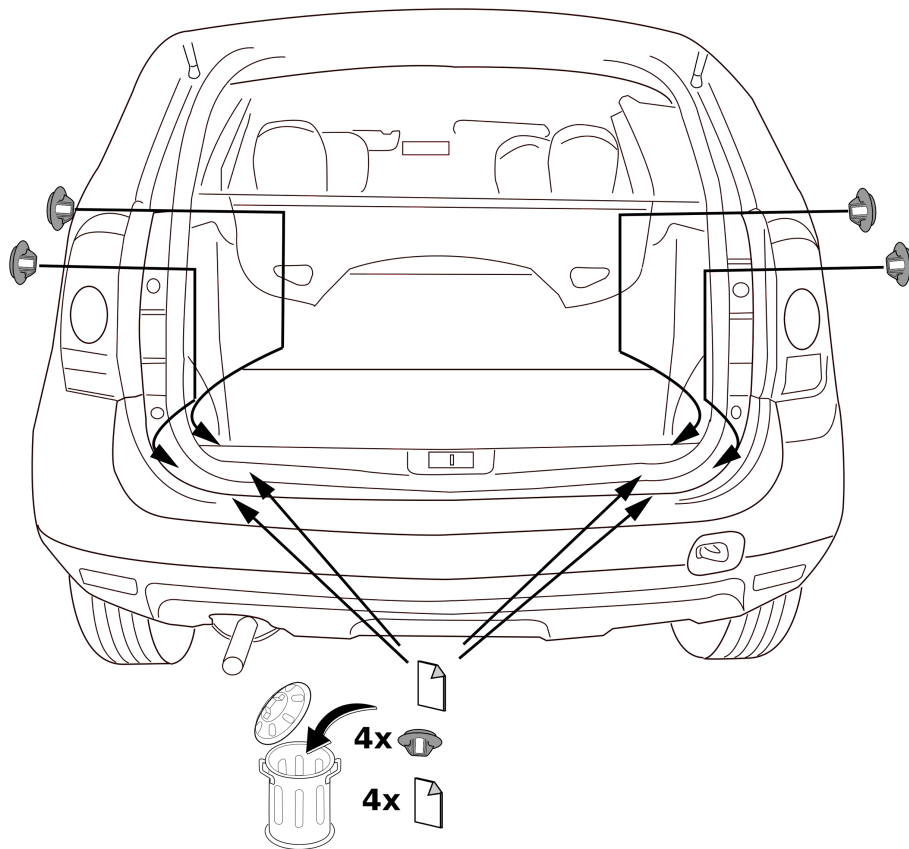

Fig. 1
1. Внимание, если имеются: Снять запасное колесо. Опустить AD-Blue баке. См. рисунок 1.
6. Удалить резиновые пробки в указанных точках (см. рис. 1).